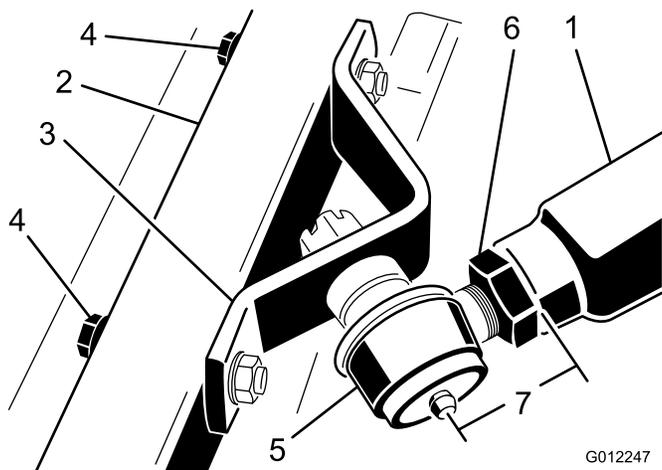

Bild 6
3. Messen Sie den Abstand vom Ende des rechten Schubarms bis zur Mitte des Kugelgelenks (Schmiernippel) (Bild 6). Der Abstand sollte ungefähr 70 mm betragen. Wenn der Abstand nicht 70 mm beträgt, lösen Sie die Klemmmutter, mit der das Kugelgelenk am Schubarm befestigt ist, und drehen Sie das Kugelgelenk heraus oder hinein, um den richtigen Abstand zu erhalten (Bild 6). Ziehen Sie die Klemmmutter noch nicht fest.
6. Ziehen Sie die große Klemmmutter fest, mit der das Kugellager am Schubarm befestigt ist (Bild 6). Halten Sie das Kugelgelenk gerade, wenn Sie die Klemmmutter anziehen, um eine richtige Oszillation beim Anheben und Absenken des Mähwerks zu ermöglichen. Drücken Sie den Schubarm nach unten und entfernen Sie vorsichtig den Holzblock.